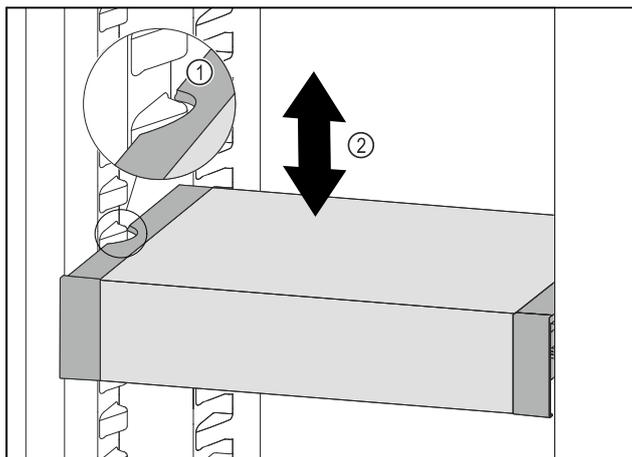

Fig. 131
- Tirer le VarioSafe vers l'avant jusqu'à ce que les encoches latérales du VarioSafe soient à la hauteur de la nervure du bac dans la partie réfrigérateur. Fig. 131 (1)
- Déplacer le VarioSafe vers le haut ou vers le bas dans la partie réfrigérateur jusqu'à ce que la hauteur souhaitée soit atteinte. Fig. 131 (2)